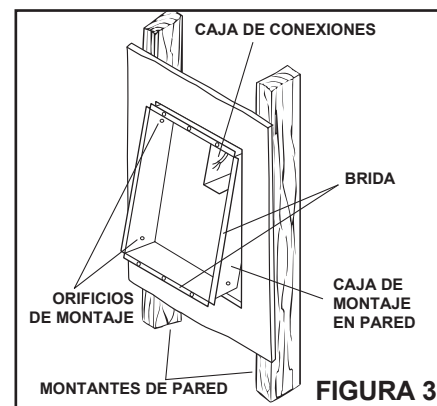

FIGURA 3
6. **Vea la figura 3.** Inserte primero la PARTE SUPERIOR de la cubierta en el recorte, de manera que el conector puede pasar por la pared. Luego inserte la parte inferior de la cubierta en el recorte.